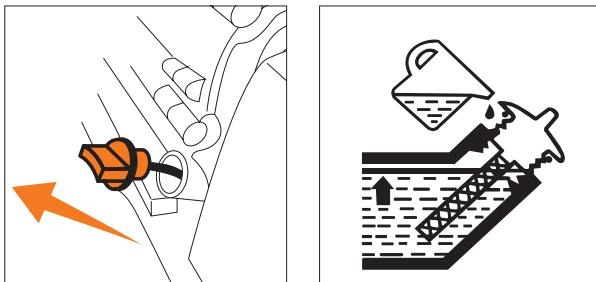

Рис. 6
- Отверните крышку маслоналивной горловины (Рис. 6) из картера двигателя, достаньте щуп.